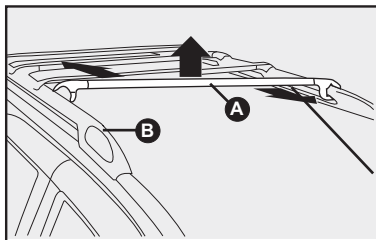

fig. 137
2) Posicione las barras transversales **A-fig. 137** en las barras longitudinales instaladas en el techo del vehículo, encajando las extremidades de las abrazaderas y haciendo coincidir la numeración estampada en los alojamientos de las barras longitudinales **B-fig. 137** (ejemplo: la barra transversal número 1 debe ser instalada en los alojamiento número 1).